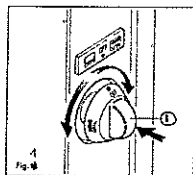

Fig. 1.
- spingere leggermente la manopola di controllo e ruotarla in posizione di accensione (fig. 1).